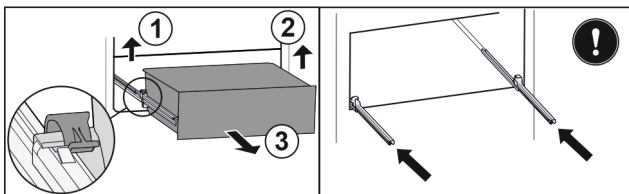

Fig. 116
- Levante la brida izquierda y, simultáneamente, tire de la parte izquierda del cajón hacia delante. Fig. 116 (1)
- Levante la brida derecha y, simultáneamente, tire de la parte derecha del cajón hacia delante. Fig. 116 (2)
- Extraiga el cajón hacia delante. Fig. 116 (3)